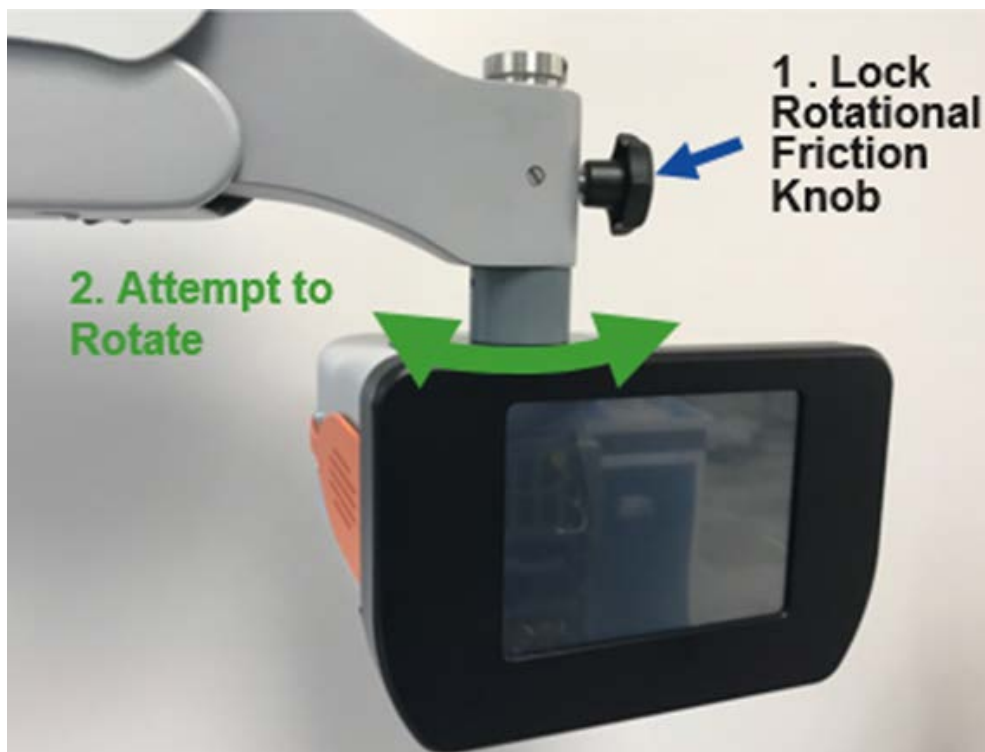

Figura 1: istruzioni per l'ispezione funzionale
2. Tentare di ruotare il gruppo ottico Testa e Libero (vedere Figura 1).